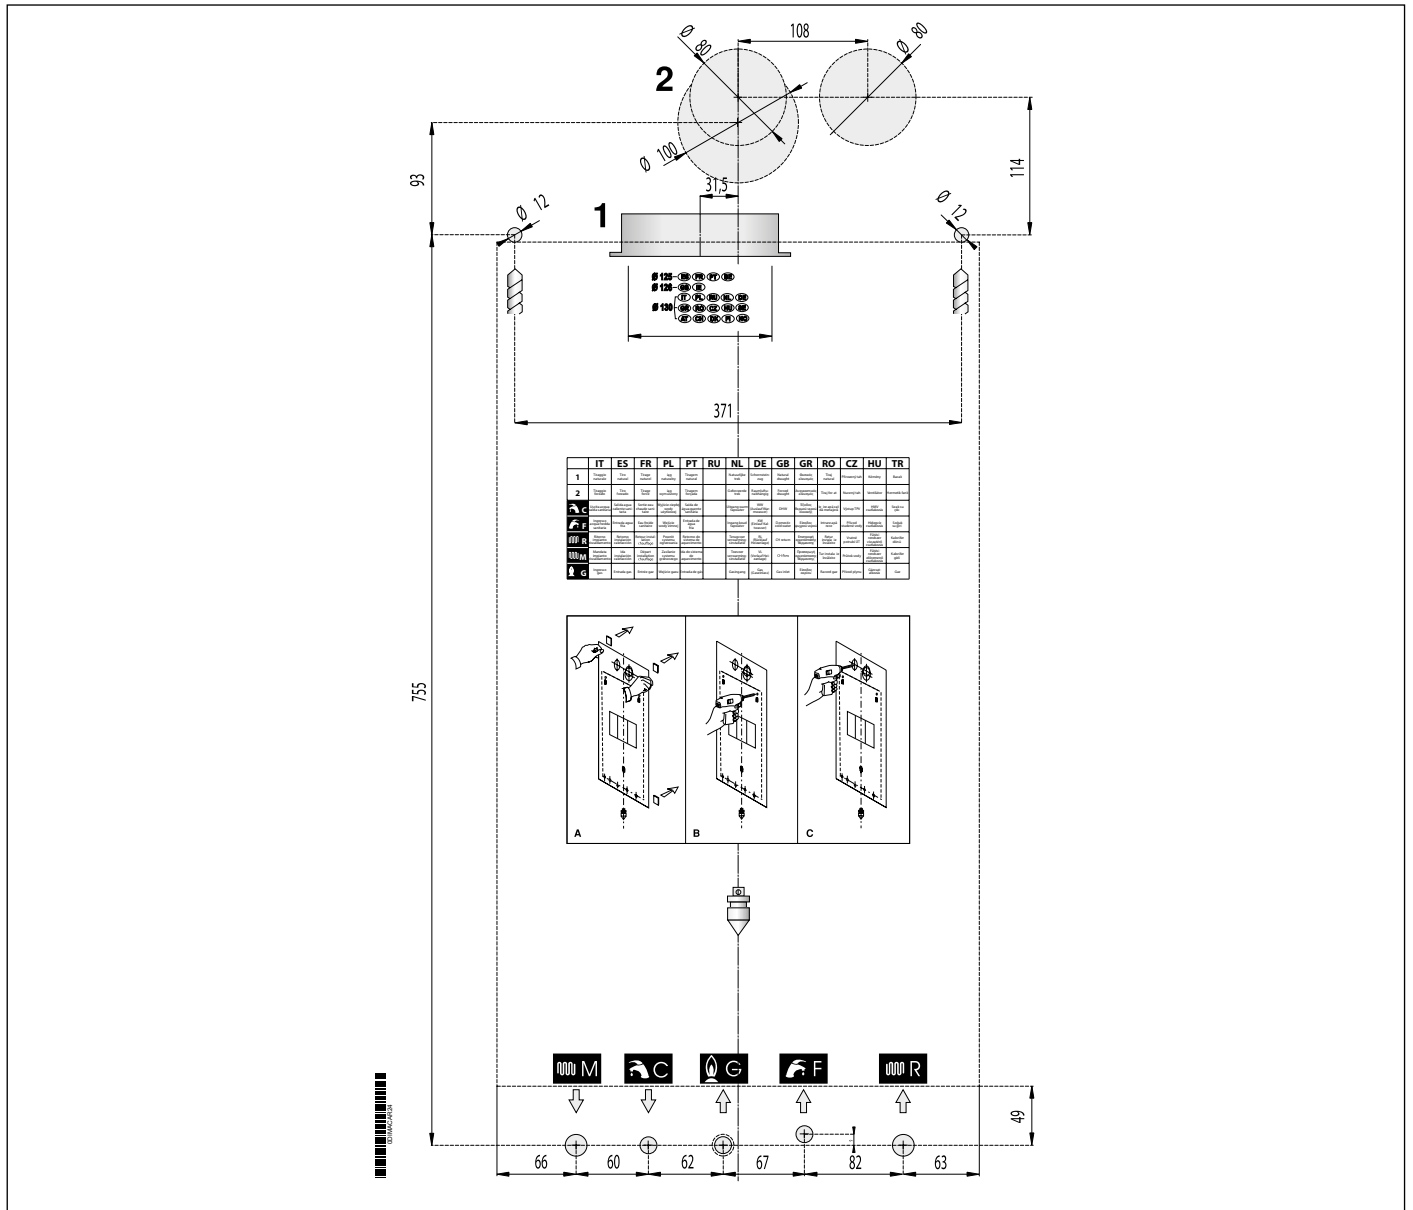

图7 纸质安装模板
- 壁挂炉墙壁固定安装模板（参见图 7 纸质安装模板）。
壁挂炉在其包装中包含了一张纸质安装模板（参见图7纸质安装模板）。